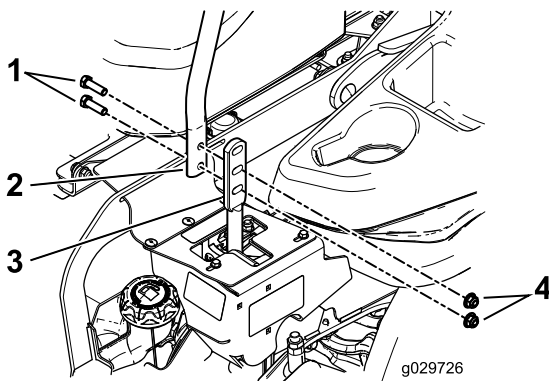

Figura 89
3. Desaperte os parafusos e as porcas flangeadas instalados nas alavancas (Figura 89).
4. Alinhe as alavancas da frente para trás ao unir as alavancas na posição de PONTO-MORTO e deslize até ficarem alinhadas, a seguir, aperte os parafusos (Figura 89).